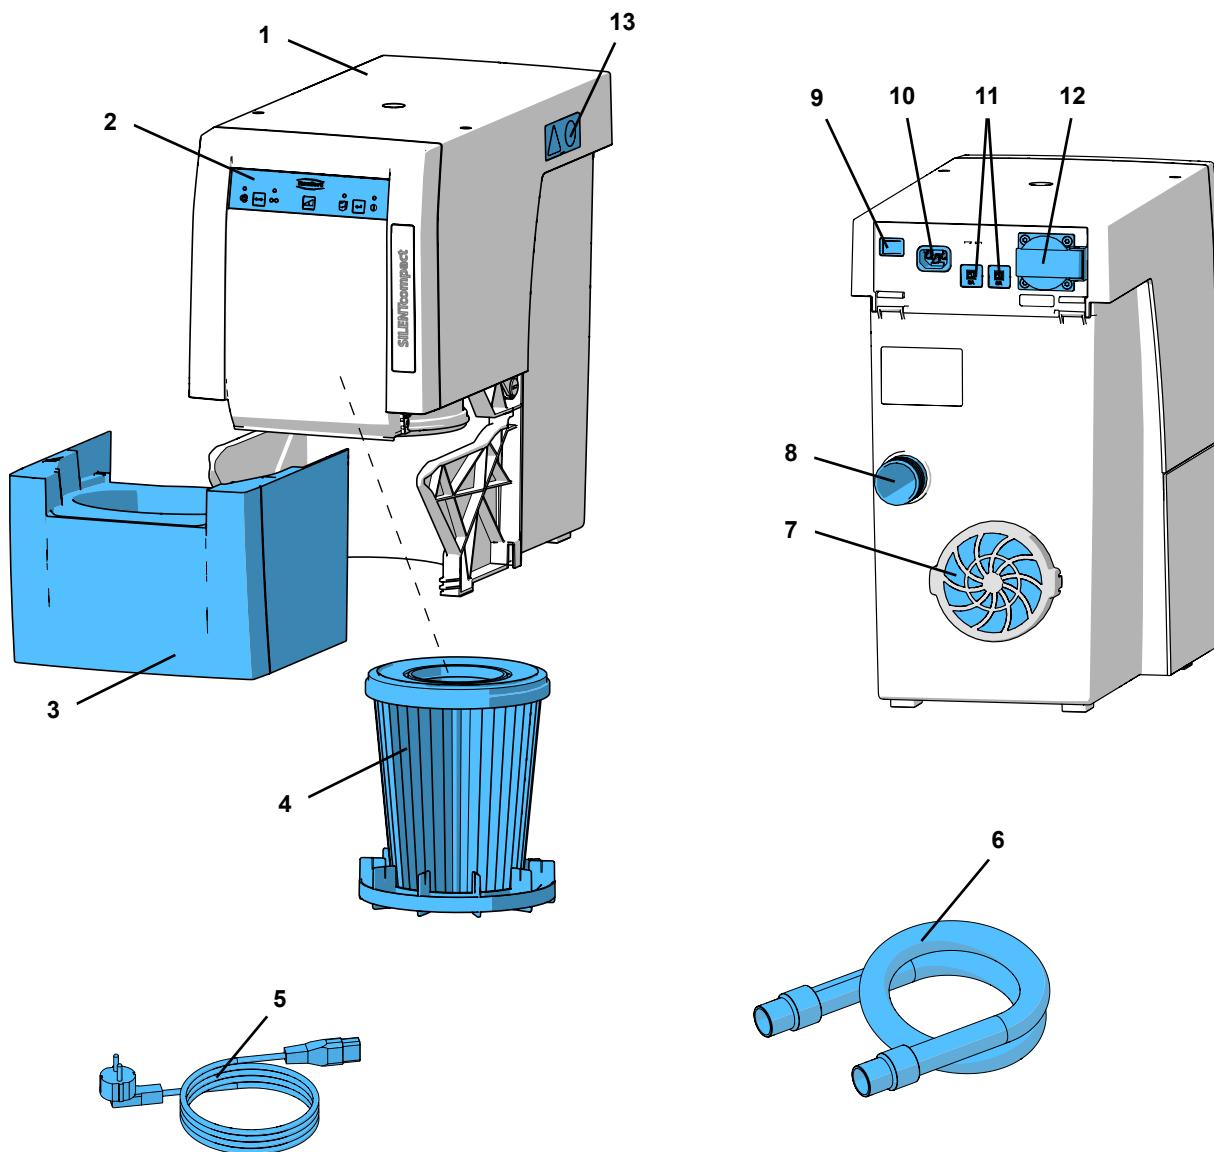

図 1
- ・集塵装置は、排気口(7, 図 1)を妨げないように、設置して下さい
- ⇒ 電源コード(5、図 1)を電源コンセント(10)に挿し込みます。
- ⇒ 吸引ホース(6、図 1)を吸引口(8)に挿し込みます。